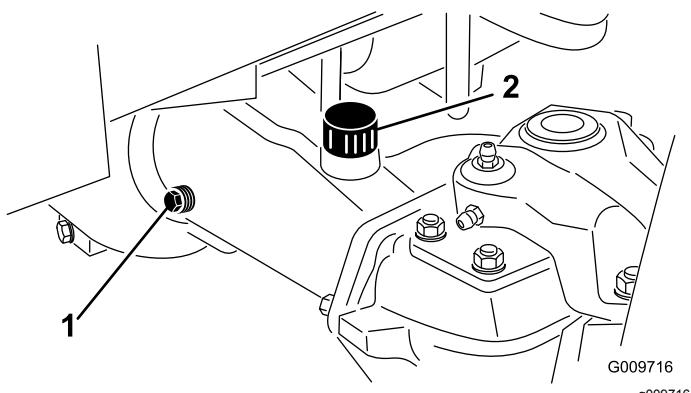

Figura 58
2. Rimuovete un tappo di controllo da un'estremità dell'assale e assicuratevi che il lubrificante raggiunga la parte inferiore del foro (Figura 58).